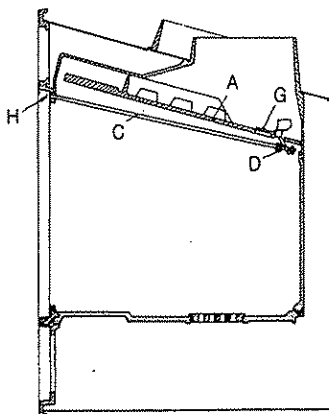
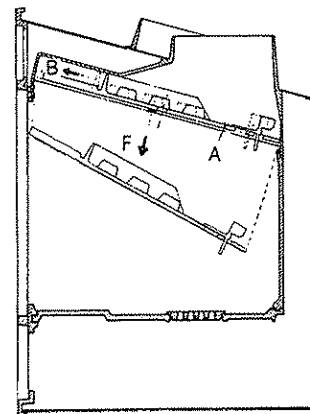

Fig. 1
Fig. 2
7.3. PLAQUE DEFLECTEUR. (Voir Fig 1 et Fig 2)
2.° Glissez la plaque "A" deflecteur vers l'avant (direction "B") jusqu'à ce que les pivots de fixation des côtes coïncident avec les encoches de celle-ci, de façon à obtenir la chute de la plaque (direction "B1"). (Fig. 2).
IMPORTANT: Sur les modèles C-3/60 et C-3/80 pousser la tige "C" à la main jusqu'au moment que son extrémité sortant soit au niveau du le cadre "H" (Fig. 1), en vérifiant que dans cette position la